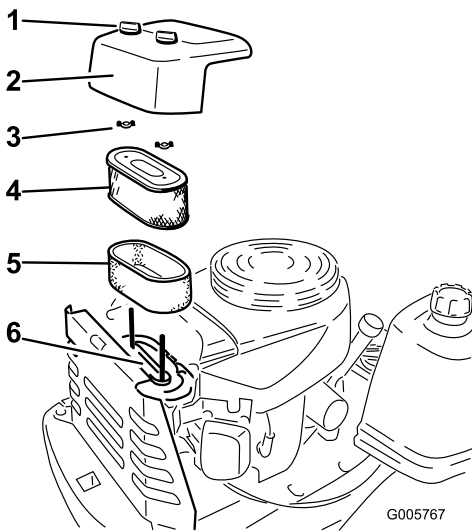

Figura 22
3. Limpie alrededor del limpiador de aire de forma que la suciedad no penetre en el motor y cause daños. Afloje los dos pomos de plástico de la tapa y retire la tapa del limpiador de aire (Figura 22).
4. Separe cuidadosamente el filtro de gomaespuma del filtro de papel (Figura 22).
5. Desenrosque las tuercas de orejeta y retire el filtro de papel (Figura 22).